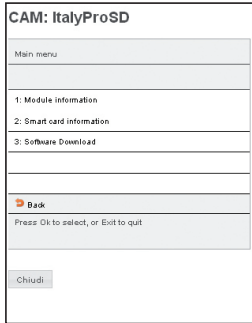

Fig. 6
- **MENU COMMON INTERFACE:** consente l'accesso al menù della common interface (abilitato solo se la CAM supporta tale funzione)(vedi fig. 6);